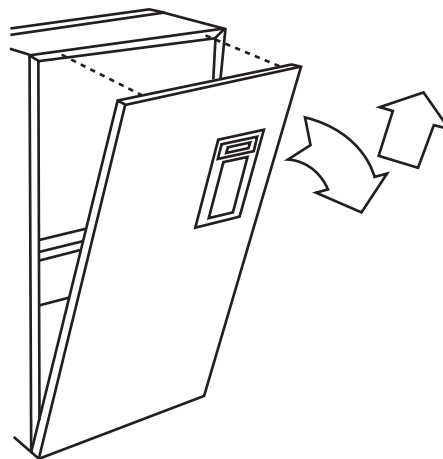

Fig. 9 - Déposer le panneau de service de la fournaise
4. Déposer le panneau de service de la fournaise. Voir fig. 9.